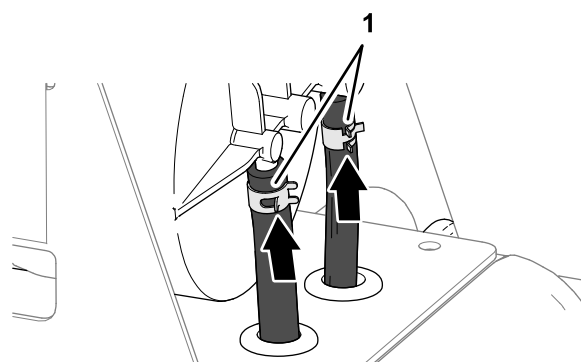

Figure 124
4. Fixez les flexibles sur les raccords avec les colliers (Figure 124).